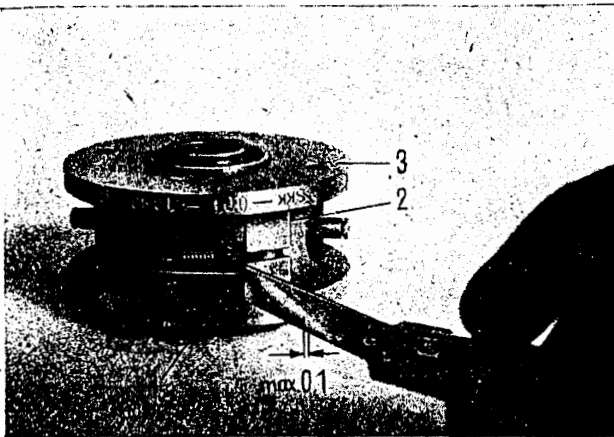

Bild M 196. Spiel mit Fühllehre überprüfen
2. Spiel zwischen Fliehkörper, Gleitfläche und Gleitstein mit Fühllehre prüfen. Max. Spiel 0,10 mm. Sollte das Spiel größer sein, muß der Antriebsflansch um 180° gedreht werden (Bild M 196). Anschließend Spiel erneut überprüfen.